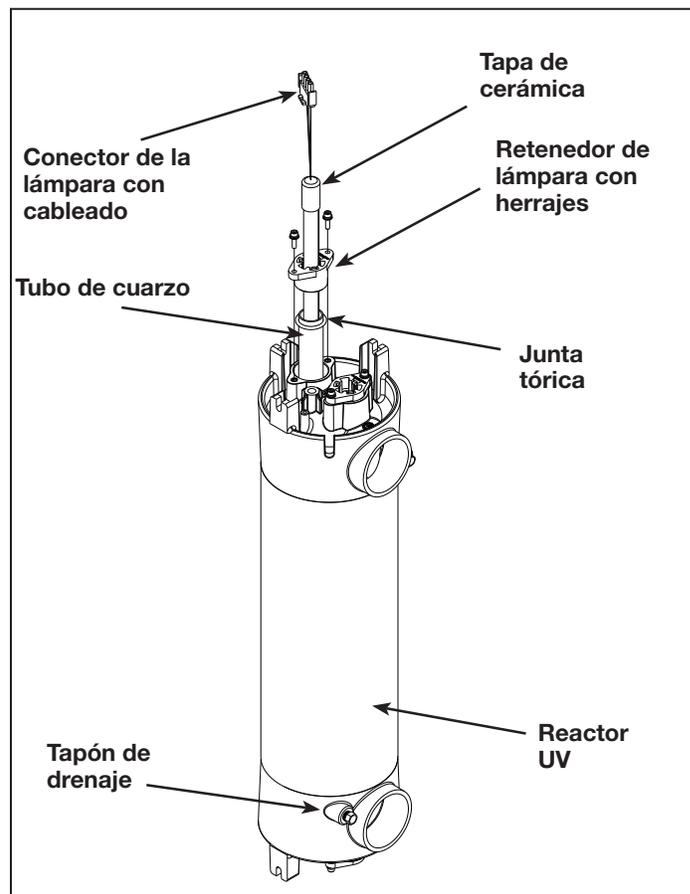

Figura 7. Subconjunto del reactor UV
- Antes de continuar, espere a que los tubos de cuarzo se enfríen. Quite el tapón de vaciado para drenar el agua del reactor UV. Vuelva a colocar el tapón una vez que el agua deje de salir del reactor UV. Consulte la Figura 7.
4. Sujete los cables de la lámpara UV y tire suavemente hasta que la parte superior de la lámpara UV pase las pestañas del retenedor de la lámpara. Consulte la Figura 7.
6. Después de extraer las lámparas, quite los tornillos de la parte superior del retenedor de la lámpara con la llave hexagonal suministrada con la bolsa de piezas. Deje en un lugar seguro los tornillos, las arandelas y el retenedor. Consulte la Figura 7.
7. Sujete el tubo de cuarzo desde la parte superior del reactor UV y tire para extraerlo del reactor UV. Consulte la Figura 7.
8. Retire la junta tórica de la parte superior del tubo de cuarzo. Coloque todo en un lugar seguro. Consulte la Figura 7.